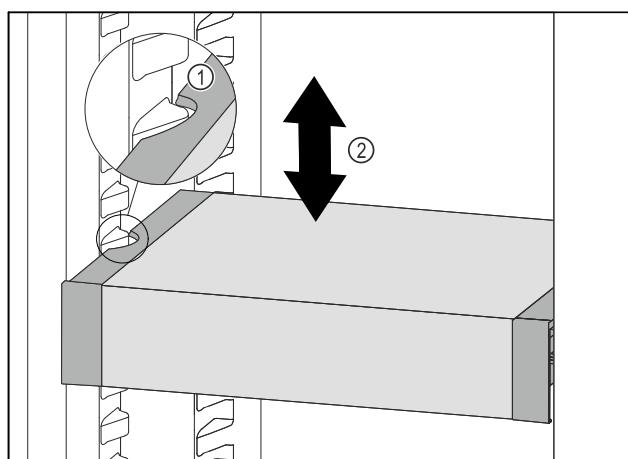

Fig. 129
► Predal VarioSafe povlecite v smeri naprej, dokler nista stranska izreza predala VarioSafe na višini nastavka za posodo v hladilniku. Fig. 129 (1)
► Predal VarioSafe premikajte v hladilniku gor ali dol, dokler ne dosežete želeno višino. Fig. 129 (2)